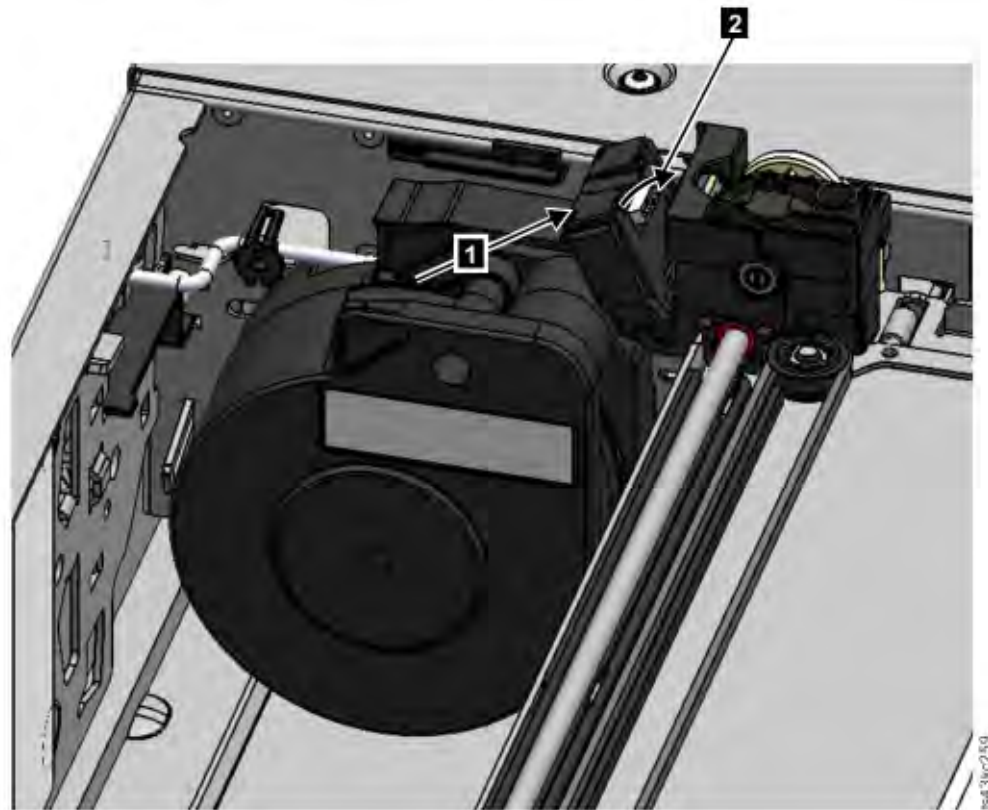

Figura 86. Installazione del cavo di spooling
5. Posizionare il cavo di spooling nelle scanalature in cui si collega all'accessor e ruotarlo fino a quando non scatta in posizione. Vedere Figura 86 a pagina 181.